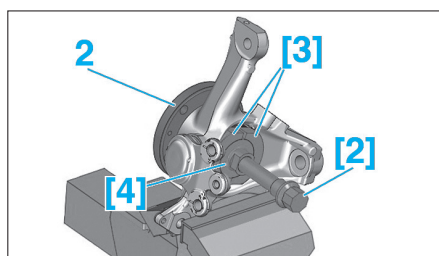
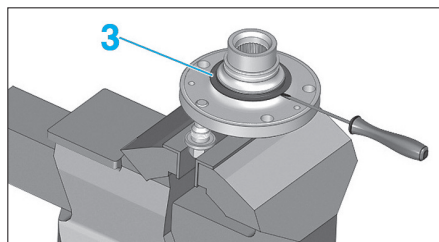

Fig. 33
Fig. 34
- Poser les outils [4], [3] et [2] (Fig.33).
- Extraire le moyeu (2) avec la demi-cage extérieure de roulement.
- Déposer le cache-poussière (3) du roulement à l'aide d'un tournevis (Fig.34).